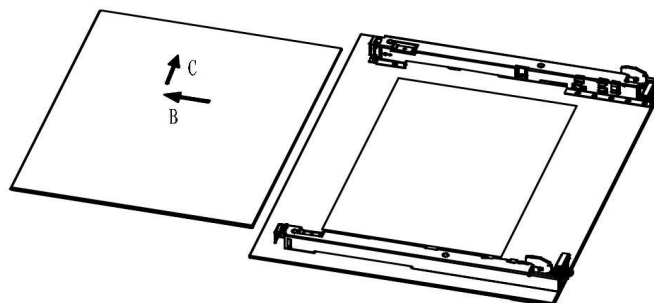

Рис.13
4. Вытащите среднее стекло. (Рис.13)